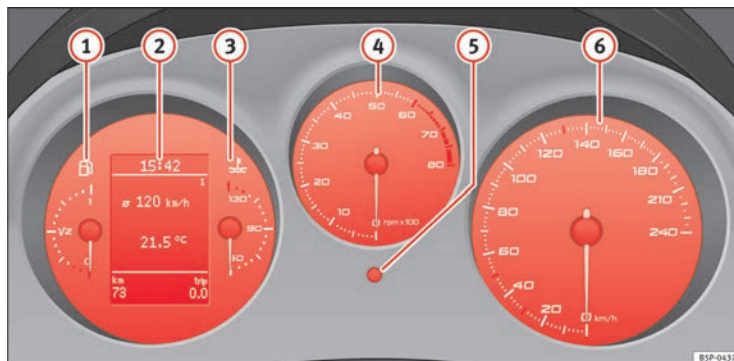

Fig. 34 Detalle del tablero de instrumentos: cuadro de instrumentos
El principio de la zona roja $\Rightarrow$ página 59, fig. 34  indica el régimen máximo de revoluciones del motor funcionando a temperatura de servicio. Antes de alcanzar dicha zona se debe cambiar a una marcha más larga, colocar la palanca selectora en D o levantar el pie del acelerador.
- Para ajustar las horas, gire el botón $\Rightarrow$ página 59, fig. 34  hacia la derecha, hasta el primer “clic”. Los números de la hora parpadearán. Para modificar la hora, pulse el botón.